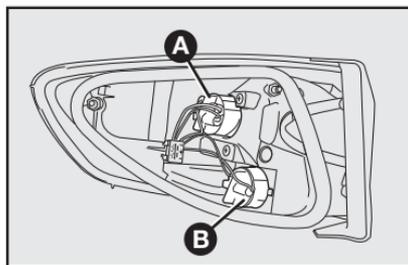

fig. 57
A-fig. 57: luz de posición trasera/luz de freno.
B-fig. 57: luz de giro trasera
2) Para sustituir la lámpara de la luz de posición/freno, gire en el sentido antihorario la tapa portalámpara **B-fig. 57**, empuje ligeramente la lámpara, gírela en el sentido antihorario y sustitúyala. Recoloque la tapa portalámpara, girándola en el sentido horario.
3) Para sustituir la lámpara de la luz de giro, gire en el sentido antihorario la tapa portalámparas **A-fig. 57**, empuje ligeramente la lámpara y gírela en el sentido antihorario. Sustituya la lámpara y recoloque la tapa portalámpara, girándola en el sentido horario.